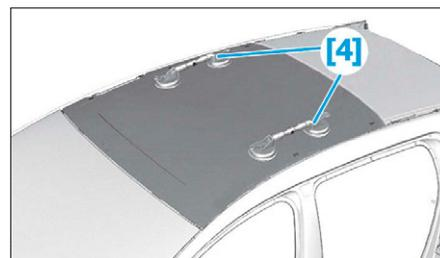

FIG. 18
- [4]. Double ventouse articulées (réf. KIT1-VENT) (Fig.18).
- Déposer la vitre de toit panoramique à l'aide des doubles ventouses articulées [4] (Fig.18).